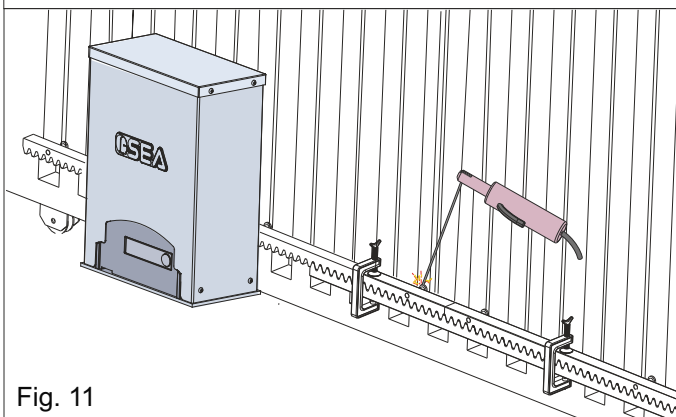

Fig. 11
5.4. Comprobar que todos los elementos de la cremallera estén perfectamente alineados y colocados correctamente (**dentado en fase**). Es aconsejable oponer un tercer elemento a dos elementos sucesivos como se indica en la Fig. 11;